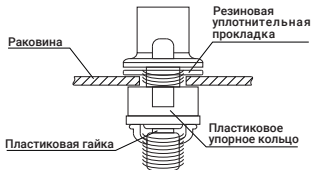

Рис. 3
3. Встановіть кран в отвір раковини, встановіть прокладку ущільнювача, упорне кільце і закріпіть кран знизу за допомогою пластикової гайки (рис. 3). Гайка повинна бути затягнута щільно, але не перетягнена.